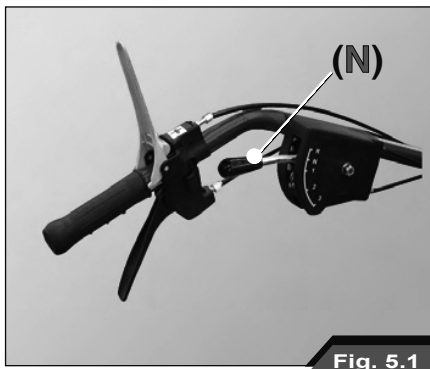

Fig. 5.1
- para vuestra seguridad la palanca selector marchas se encuentre en posición neutra (N, Fig. 5.1).